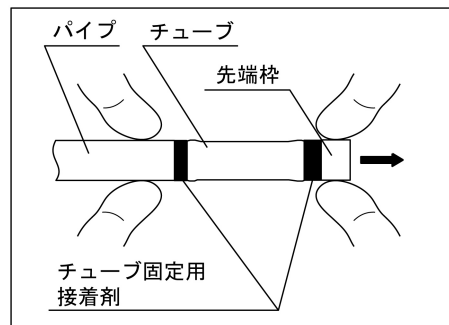
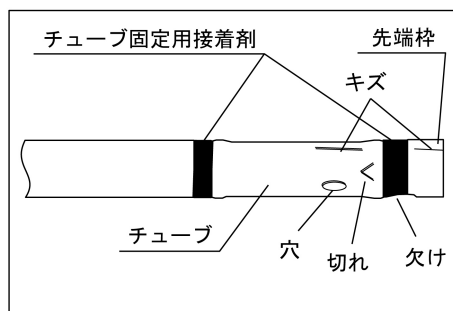

図 1
図2
- 2.図 1 のようにレンズ洗浄シースの先端棒をつまんで 4.9N (0.5 kgf、チューブがおおよそ 8mm 伸びる) 程度の力で軽く引っ張り、緩みがないことを確認する。緩みがある場合は使用しないで新しいレンズ洗浄シースと交換すること。[接続部の劣化が疑われ、先端棒、チューブまたはチューブ固定用接着剤が脱落するおそれがある。]
- 3.図 1 のようにレンズ洗浄シースの先端棒をつまんで 4.9N (0.5kgf、チューブがおおよそ 8mm 伸びる) 程度の力で軽く引っ張った状態で、図 2 のように、レンズ洗浄シースの先端棒、チューブ、チューブ固定用接着剤に切れ、キズ、欠けなどが無いことを確認する。切れなどがある場合は使用しないで新しいレンズ洗浄シースと交換すること。[接続部の劣化が疑われ、先端棒、チューブまたはチューブ固定用接着剤が脱落するおそれがある。]